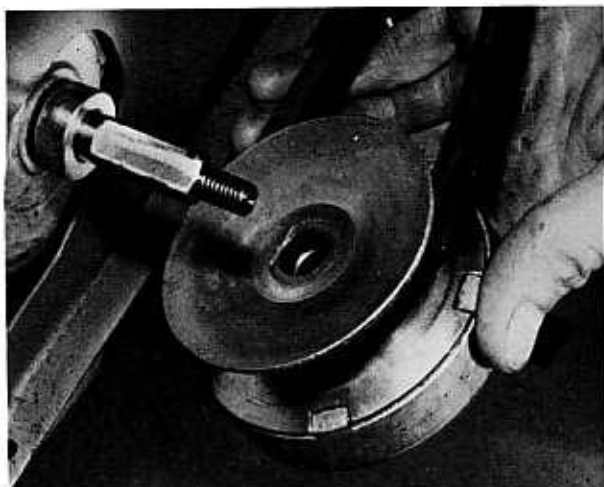

Bild 13
- Die Mutter in der Mitte der Zentrifugalkupplung (Eingangsmotoren) bzw. des Fliehkraftreglers am linken Kurbelwellenstumpf lockern. Der Motor wird durch Einführen eines Schraubendrehers durch den Rahmen zwischen zwei Lüfterflügel blockiert. Nach dem Abschrauben der Mutter können Kupplung bzw. Zentrifugalregler und Keilriemen sowie die Distanzbüchse (falls vorhanden) ausgebaut werden (Bild 13).